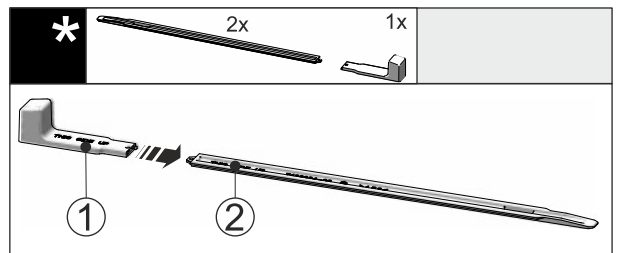

Fig. 51
- ▶ Montagegriff Fig. 51 (1) an die Nivellierschiene Fig. 51 (2) stecken.